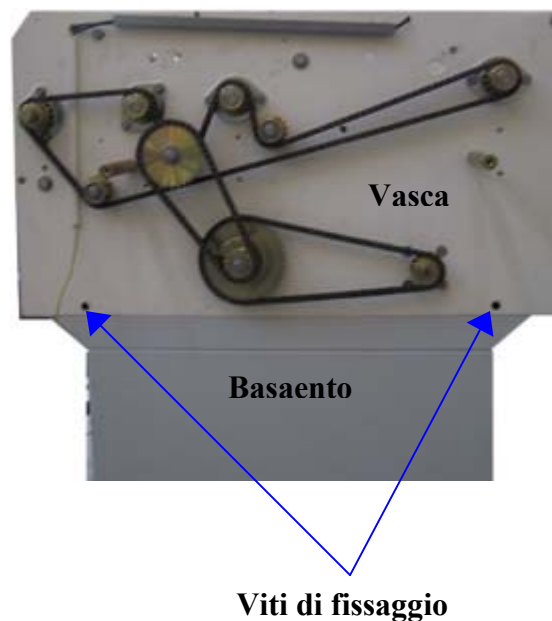

Figura 6.1
6. Svitare le 4 viti a brugola (Vedi Figura 6-1) che tengono unita la vasca al basamento.
1. Rimontare la vasca sul basamento riposizionando le 4 viti a brugola (Vedi Figura 6-1)